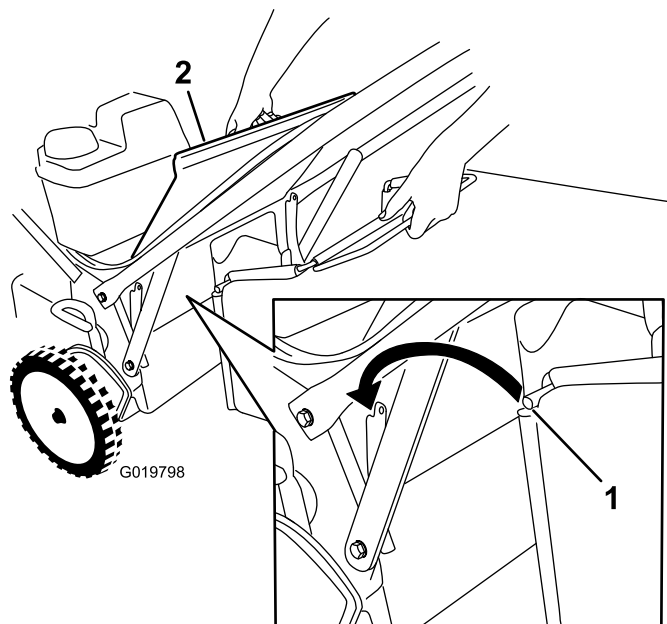

Рисунок 25
1. Поднимите и удерживайте задний отражатель (Рисунок 25).
3. Вставьте штангу мешка в выемки в основании рукоятки и покачиванием мешка из стороны в сторону убедитесь в том, что штанга находится в нижней части обеих выемок; см. Рисунок 25.